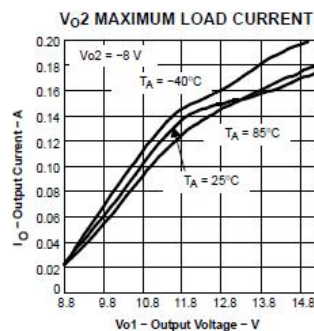

Figure 12.
**TPS6510X** 拥有一个完全校准的集成的正极电荷泵，用来产生 **VO3**。电荷泵的输入电压 **SUP** 等同于主升压模块的输出 **VO1**。电荷泵可以输出的最小负载电流是 **20mA**。根据 **VO1** 和 **VO3** 之间的压差不同，更高的负载电流可以输出。详见图 12。
**TPS6510X** 的负电荷泵使用 2 个外接的肖克利二极管。负电荷泵的输入电压连接在 **SUP**，和主升压模块的 **VO1** 连接在一起。负电荷泵翻转了主升压模块的输出电压的极性。最小输出 **20mA** 的负载电流。根据 **VO1** 和 **VO2** 的压差的不同，可以得到更高的电流输出。详见图 12。